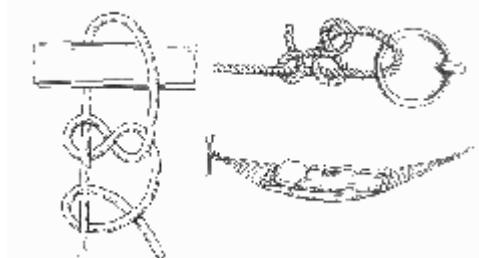

рис. 11. Коечный штык
**Коечный штык** (рис. 11). На протяжении многих столетий постелью для матросов на кораблях служила парусиновая подвесная койка в виде гамака с тонким матрацем из крошеной пробки. В плане она имеет вид прямоугольника, у малых сторон которого сделано по восемь люверсов для так называемых шкентросов. Эти шкентросы соединяются в кольцах, которые в свою очередь подвешиваются за коечные штерты к особым рымам в бимсах или к прутьям, сделанным в кубрике корабля для подвешивания на ночь коек. Днем койки в скатанном виде вместе с подушкой, одеялом и простыней хранились в так называемых коечных сетках вдоль борта на палубе и служили надежным бруствером от ядер и шрапнели во время боя. Вечером, перед отбоем по команде «Койки вниз!» их несли под палубу и подвешивали. Завязывание узла для подвешивания койки — дело серьезное. Здесь нужно применить такой узел, который бы не затягивался, легко развязывался и надежно держал. Самое главное, чтобы он не развязался сам под действием непрерывной качки корабля. Матросы пользовались для подвешивания своих коек различными узлами, но наиболее надежным считался коечный штык.